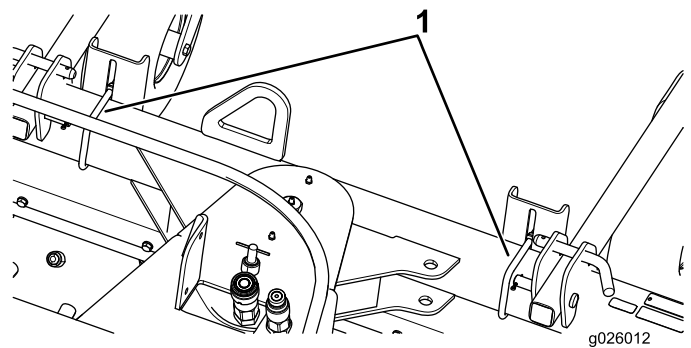

Figura 7
- Per aumentare la distanza, allentate i 2 bulloni a U (3/8 poll.) che trattengono il supporto della barriera (Figura 7).
- Per ridurre la distanza, serrate i 2 bulloni a U (3/8 poll.) che trattengono il supporto della barriera (Figura 7).